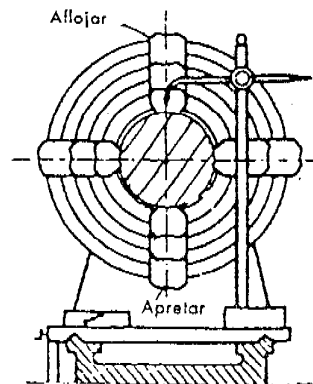

Figura 4
- a. Verifique el centrado con gramil ( Figura 4 ).